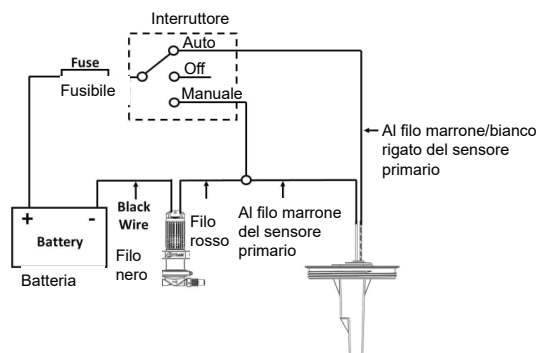
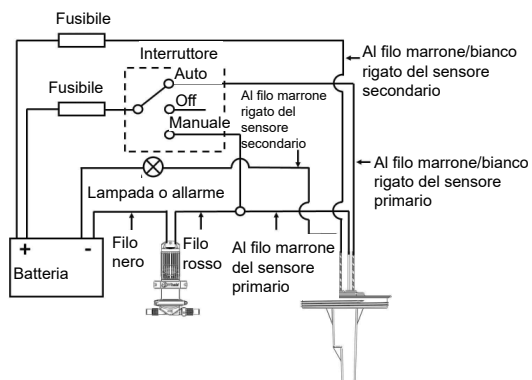

Figura 1A – Piano di cablaggio – per modelli a sensore singolo
Figura 1B – Piano di cablaggio – per modelli a sensore doppio
- **AVVERTENZA:** l'installazione **deve essere** eseguita da un elettricista adeguatamente qualificato. Il cablaggio improprio può causare un incendio che può provocare lesioni o la morte. Le informazioni di cablaggio proposte (figura 1A e figura 1B) sono fornite solo a titolo di guida; il cablaggio **deve** essere conforme agli standard elettrici applicabili. **Devono** essere installati fusibili e interruttori di circuito di misura adeguata.
Cablaggio: vedere la figura 1A o la figura 1B. Per AK1006 e AK1007 vedi anche Figura 1C.